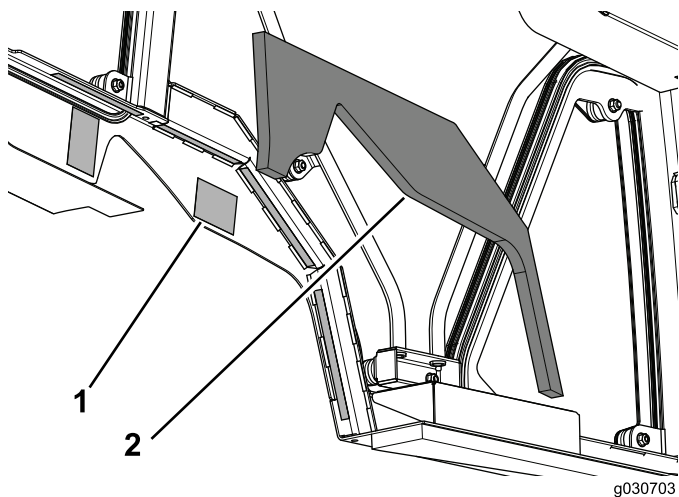

Рисунок 13
3. Снимите бумажное покрытие с двусторонней клейкой ленты на обеих сторонах кабины в сборе (Рисунок 13).
4. Установите левый боковой уплотнитель из пеноматериала на кабину в сборе (Рисунок 13).